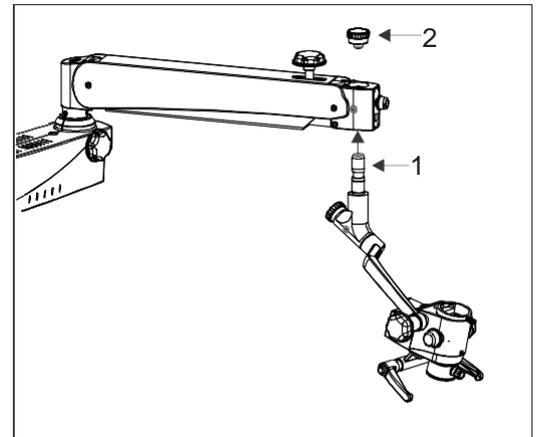

Fig. 4
7.4 Entnehmen Sie die Trägermontage aus der Verpackung und folgen Sie den untenstehenden Anweisungen (siehe Abbildung 4).
- Installieren Sie die Kupplung am Aufhängearm, indem Sie die Führungswelle (1) in den Aufhängearm schieben.
- Verriegeln Sie die Neigungskupplung mit dem Gewindeanschluss (2).